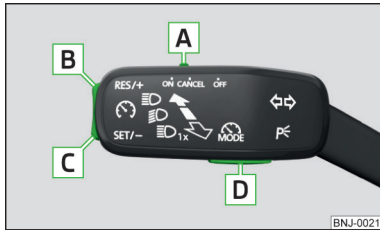

Abb. 201
Übersicht der Bedienelemente der GRA » Abb. 201
- ▶ Durch das Drücken der Taste **D** » Abb. 201.
- Durch das Drücken der Taste **D** » Abb. 201 während der Regelung wird diese abgebrochen und es wird der Geschwindigkeitsbegrenzer aktiviert.